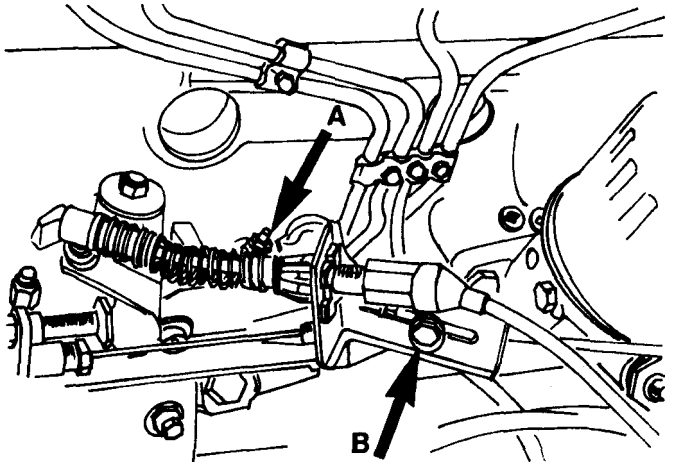

Рис. 1.45. Элементы управления ТНВД. А - Клапан прекращения подачи топлива. В - Скоба крепления тросика акселератора.
18. Отсоедините управляющие элементы топливного насоса высокого давления (ТНВД). К ним относятся упор тросика для автоматического регулирования холостого хода, тросик акселератора совместно с креплением к топливному насосу и провод клапана прекращения подачи топлива. На рис. 1.45. показано положение деталей.
44. Подсоедините все детали (см. рис. 1.45).